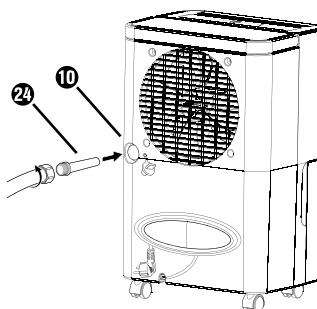

Abb. 5
- ◆ Schrauben Sie, bei Verwendung des EU-Gartenschlauchadapters **㉔**, einen Gartenschlauch auf den EU-Gartenschlauchadapter **㉔** (siehe Abbildung 5).